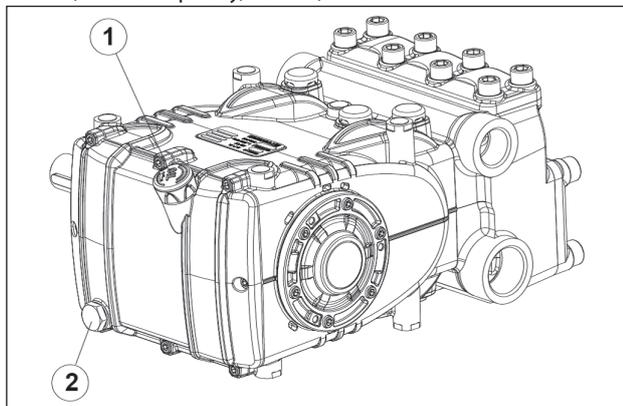

Рис. 1
Перед тем как приступить к ремонту механических компонентов, необходимо удалить масло из картера. Чтобы слить масло, необходимо снять маслосерный щуп, поз. ①, а затем пробку, поз. ②, Рис. 1.